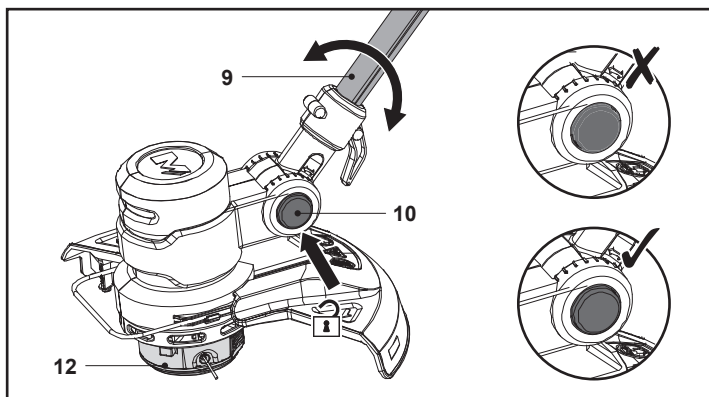

Fig. 9
1. Apasă butonul de deblocare (10) și ține-l apăsat.
2. Mișcă tija inferioară (9) puțin în sus sau în jos (fig. 9).
3. Eliberează butonul de deblocare (10) și continuă să misti tija (9) până când se blochează în poziție.